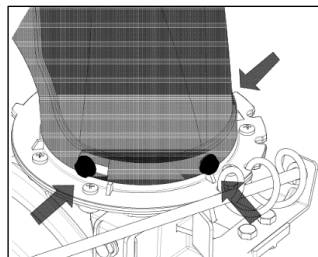

Рис. 7
- Установите желоб, закрепите его болтами внутри и гайками снаружи. (Рис. 7).